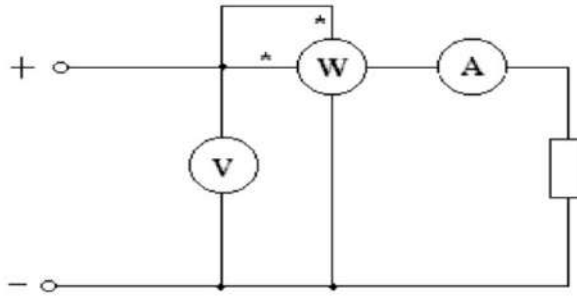

Рисунок 1. Подключение электроизмерительных приборов
1. Дана схема (рис.1) подключения электроизмерительных приборов: амперметра, вольтметра и ваттметра. Записать и расшифровать условные обозначения электроизмерительных приборов в таблицу 2.